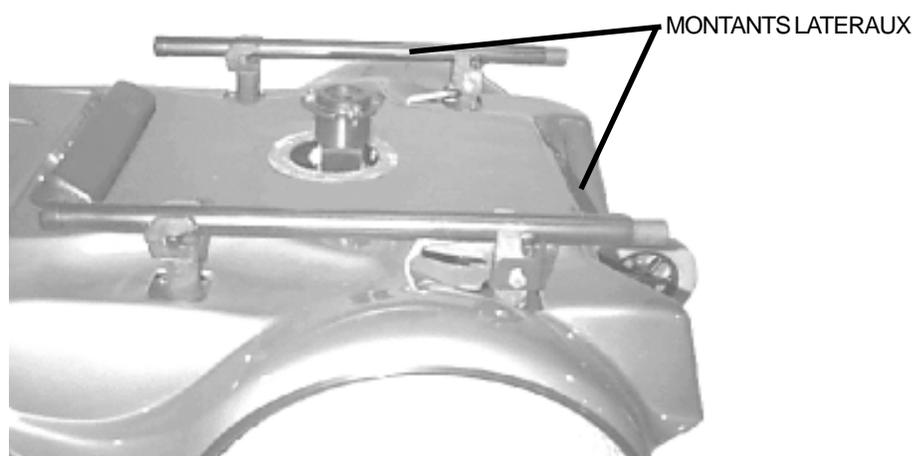

FIGURE 21.
3. Installez les montants latéraux en plaçant les boutons de détente face à l'avant. **Voir la figure 21.**